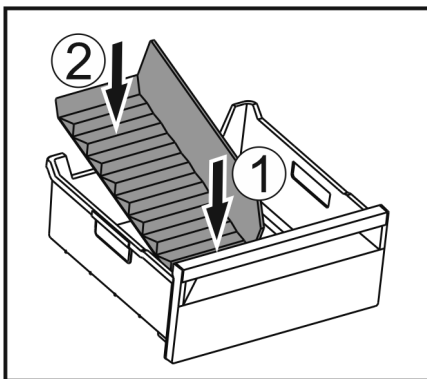

Fig. 116
- ▶ Voorste deel van de ijsvak-scheider plaatsen. Fig. 116 (1)
- ▶ Achterste deel van de ijsvak-scheider tot de bodem van de lade laten zakken. Fig. 116 (2)